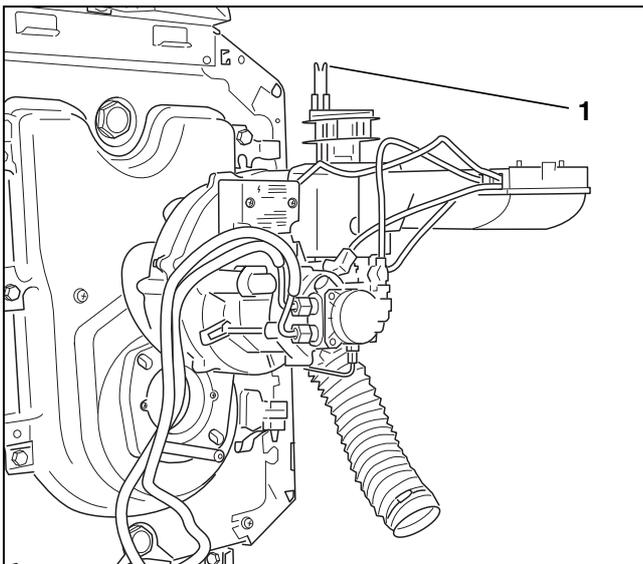

Bild 30 Brenner in Serviceposition aufstecken
- ▶ Brenner in Serviceposition (→ Bild 30) aufstecken.
Die Zündelektroden (→ Bild 30, [1]) müssen frei von Ablagerungen sein.